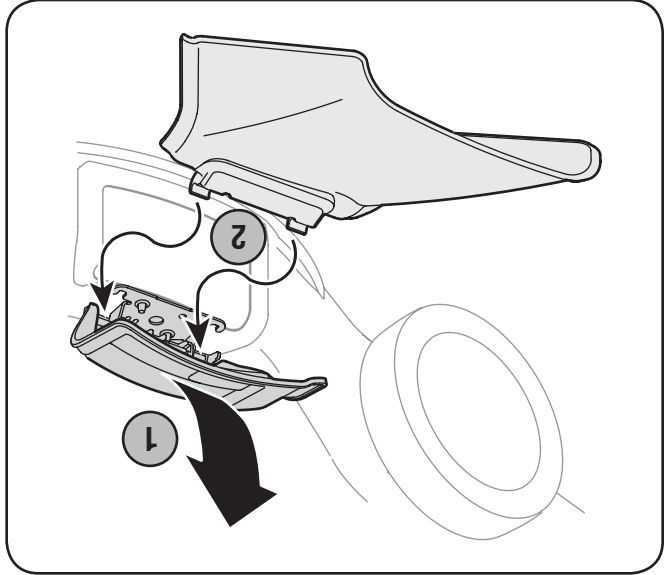

Figure 3-7
2. Glissez les deux crochets sous la goupille de la charnière du bouchon de déchiquetage à charnière. Rabaissez le bouchon de déchiquetage. Voir la Fig. 3-7. Ne retirez jamais le bouchon de déchiquetage à charnière, même quand vous ne déchiquetez pas.